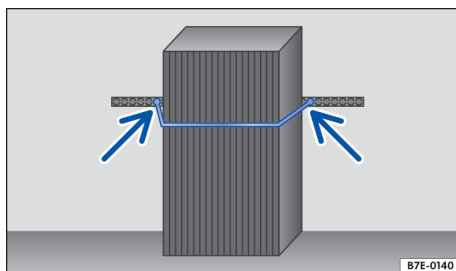

Fig. 130 Representação esquemática: fixar o volume de bagagem.
- Passar o cinto de retenção ao redor do volume de bagagem → Fig. 130 e fixar nos olhais de amarração (setas).